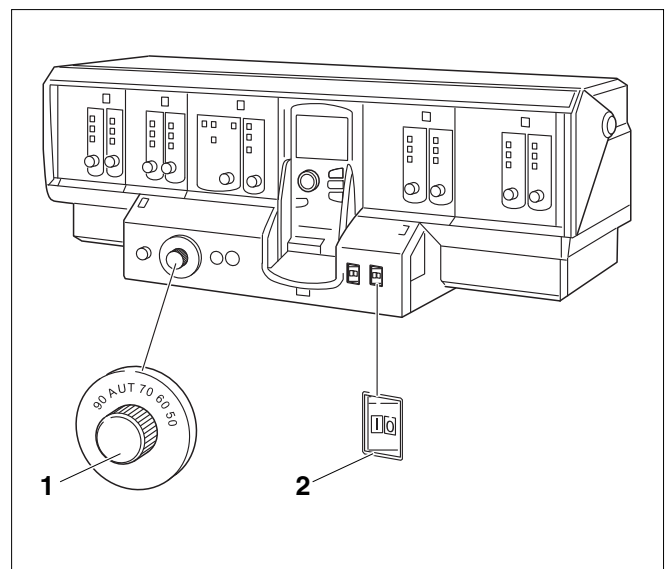

Abb. 3 Regelgerät (hier z. B.: Logamatic 4000)
Nehmen Sie Ihren Heizkessel über das Regelgerät in Betrieb (im Beispiel hier, Abbildung 3: Regelgerät der 4000er Reihe). Mit der Inbetriebnahme des Regelgerätes nehmen Sie automatisch den Brenner mit in Betrieb. Der Brenner kann anschließend vom Regelgerät gestartet werden. Weitere Informationen dazu können Sie in der Bedienungsanleitung des jeweiligen Regelgerätes oder Brenners nachlesen.
- Stellen Sie den Kesselwassertemperaturregler (Abb. 3, **Pos. 1**) auf „AUT“.
- Stellen Sie den Betriebsschalter (Abb. 3, **Pos. 2**) in Stellung „I“ (EIN).
Nehmen Sie Ihren Heizkessel über das Regelgerät außer Betrieb (im Beispiel hier Abbildung 3: Regelgerät der 4000er Reihe). Mit der Außerbetriebnahme des Regelgerätes wird der Brenner automatisch mit abgeschaltet.
- Stellen Sie den Betriebsschalter (Abb. 3, **Pos. 1**) in Stellung „0“ (AUS).